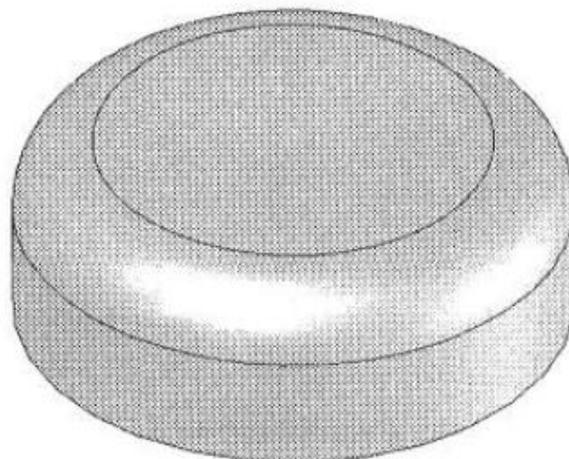

Рис. 4.28. Основание элемента
3. Выйдите из эскизной среды и создайте основание. Основание модели показано на рис. 4.28.